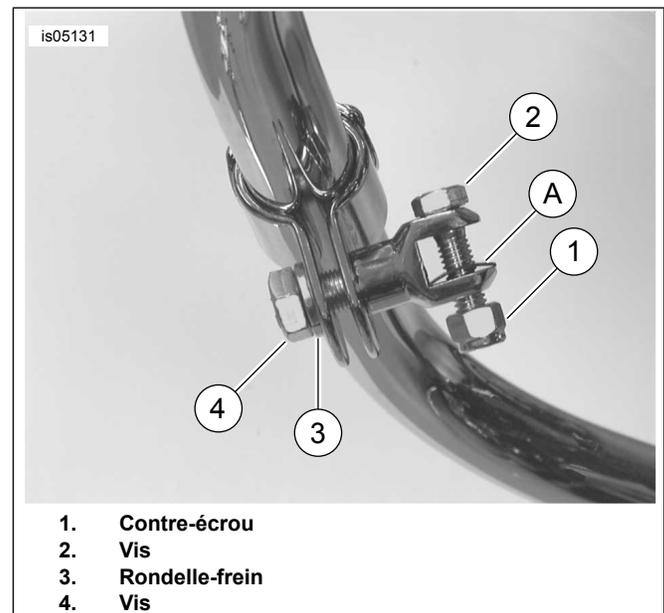

Figure 1. Installer la visserie de montage (appui-pied non représenté)
- Voir Figure 1. Tirer ensemble les languettes de la bride en 3 parties avec un collier ou une pince de serrage et installer la vis de 1/2 pouce de diamètre (4), la rondelle-frein (3) et la monture d'appui-pied comme indiqué. Bien serrer la vis.
- Installer les appui-pied (achetés séparément) en utilisant les vis de diamètre de 3/8 pouce (2), les rondelles à ressort (A) et les contre-écrous (1) inclus dans ce kit. Veiller à ce que la rondelle à ressort (mise de côté du kit de visserie d'origine numéro de pièce 50964-98) soit placée à l'intérieur de la monture d'appui-pied avec le bord carré dirigé vers l'intérieur de la monture. Serrer les contre-écrous à un couple de 26 N·m (19 ft·lbs).